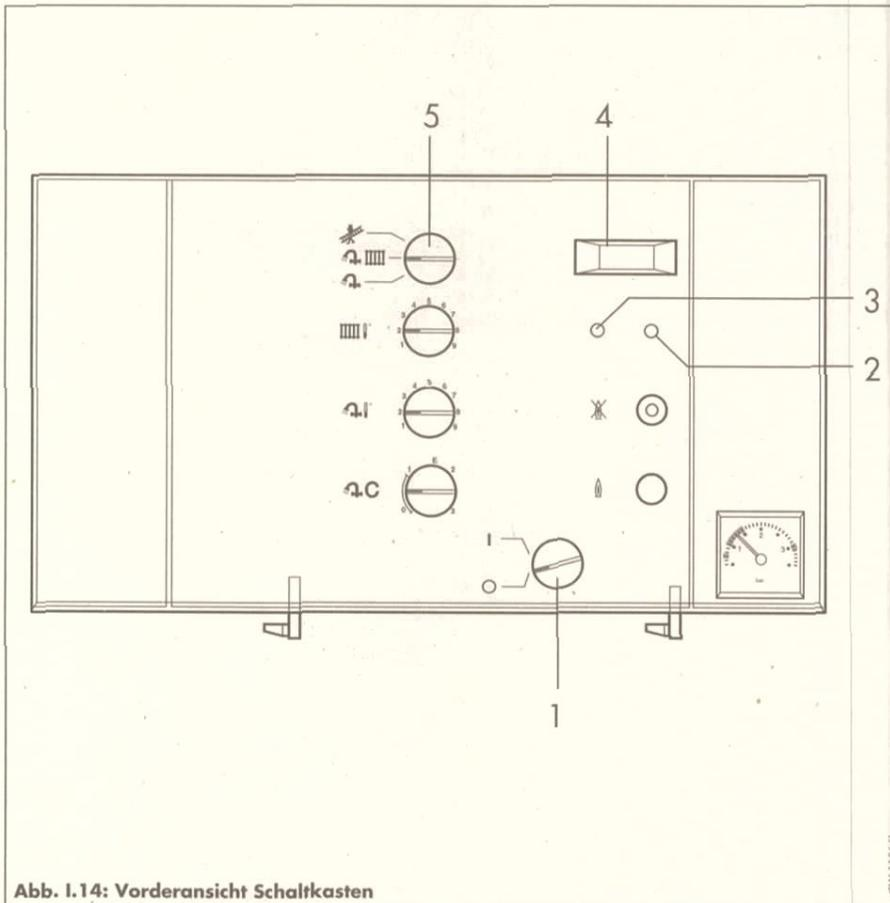

Abb. I.14: Vorderansicht Schaltkasten
- Drücken Sie die beiden Taster (2 und 3, Abb. I.14) gleichzeitig. Im Display erscheint „d.1“.
- Drücken Sie jetzt den rechten Taster (2), wird die aktuelle Pumpenbetriebsart angezeigt.
- Sie können die Betriebsart durch betätigen des linken Tasters (3) ändern.
- Drücken Sie die beiden Taster (2 und 3, Abb. I.14) gleichzeitig.
- Drücken Sie jetzt den rechten Taster (2), wird die aktuelle Sperrzeit angezeigt.
- Sie können die Sperrzeit durch betätigen des linken Tasters (3) ändern.